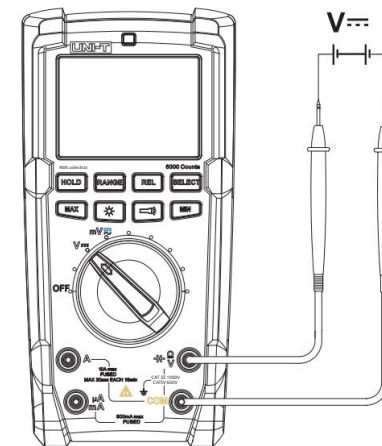

Figura 4
9.2 Măsurarea tensiunii continue (vezi Figura 4)